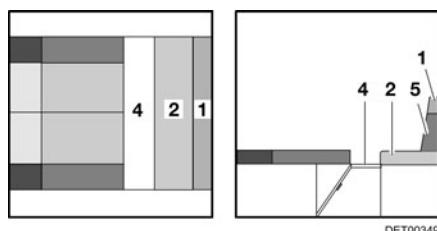
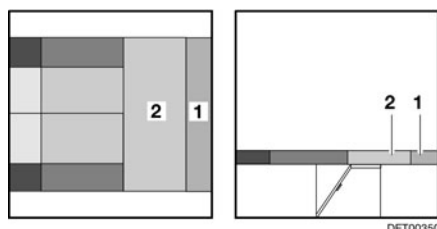

Fig. 102 Pendant la transformation
Fig. 103 Après la transformation
- Sortir le sommier à lattes (Fig. 102,4).
- Tirer le coussin d'assise (Fig. 103,2) vers la dînette centrale.
- Retirer le coussin supplémentaire (Fig. 103,1) du coussin de dossier (Fig. 102,5). Le coussin supplémentaire est fixé sur le coussin de dossier avec une bande velcro et peut être séparé facilement.